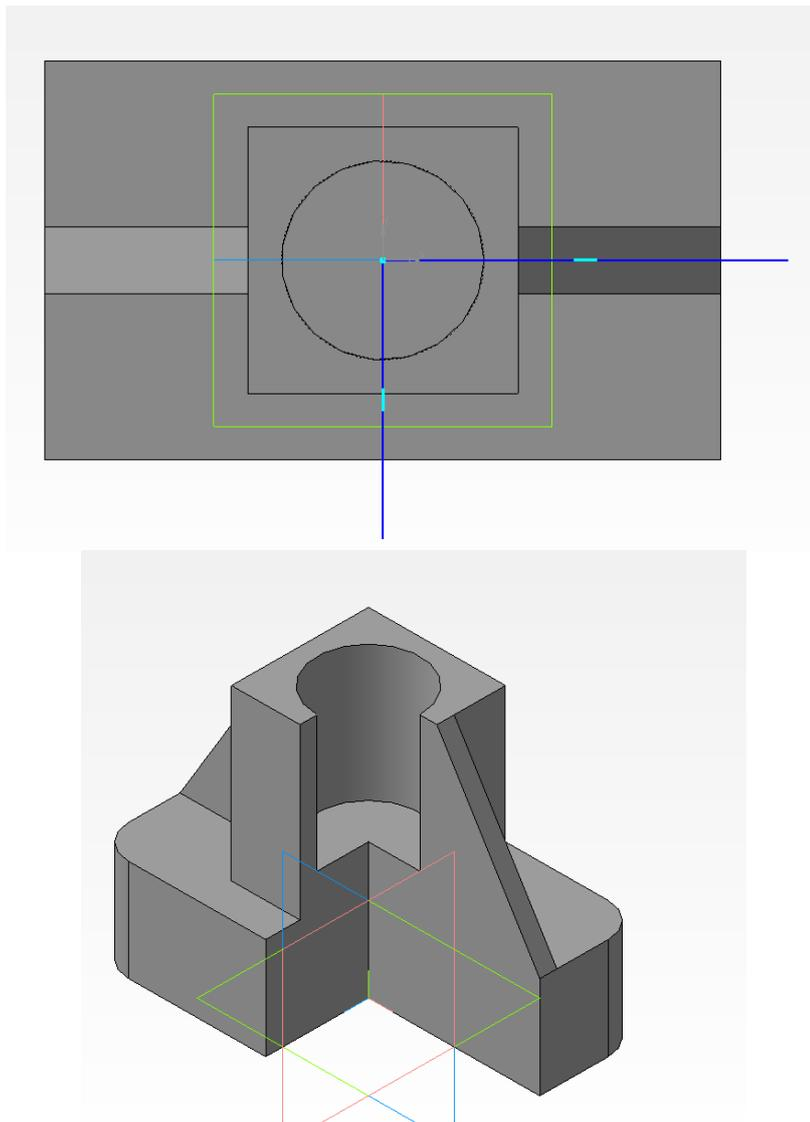

Рисунок 38
9. Создадим вырез три четверти: для этого выбираем в качестве эскиза верхнюю поверхность модели, создаем эскиз из двух прямых (рисунок 38).